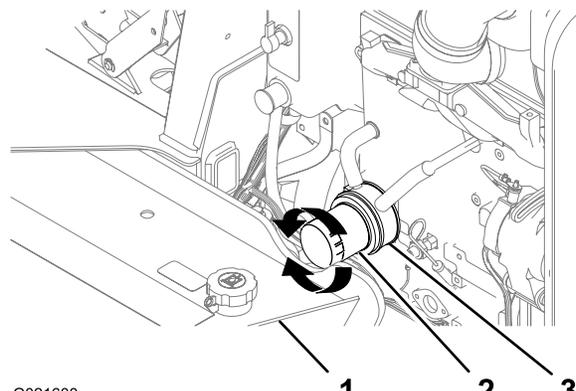

Figura 45
2. Posicione uma pequena bandeja de drenagem sob o filtro de óleo e seu adaptador (Figura 45).
3. Gire o filtro de óleo no sentido anti-horário e remova-o (Figura 45).
7. Alinhe o novo filtro de óleo com seu adaptador e gire o filtro no sentido horário até a vedação do filtro de óleo entrar em contato com o adaptador (Figura 45).
8. Aperte o filtro de óleo com a mão, dando mais meia volta (Figura 45).